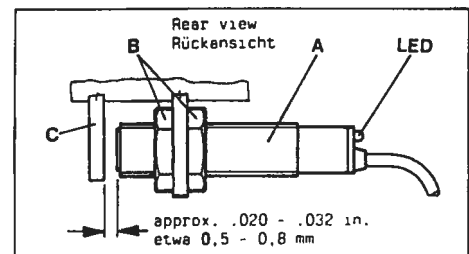

Fig.56
The proximity switch (A, Fig. 56) prevents the motor respectively the sewing machine from running, when the thread trimmer mechanism is not in its extreme right end position (home position).
Set the face of proximity switch (A, Fig. 56) with nuts (B) close to lever (C) until the light emitting diode (LED) lights up. The distance between proximity switch (A) and lever (C) is normally approx. 0.5 to 0.8 mm (.020 to .032 in.). When moving the thread trimmer mechanism about 0.5 mm (.020 in.) from its right end position to the left, the LED must go out and the motor respectively the sewing machine will not start to run when depressing the motor treadle.
Der Näherungsschalter (A, Fig. 56) verhindert das Laufen des Motors bzw. der Nähmaschine, wenn der Fadenabschneidermechanismus nicht in seiner äußerst rechten Endstellung (Ruhestellung) ist.
Stellen Sie die Stirnfläche des Näherungsschalters (A, Fig. 56) mit Hilfe der Muttern (B) so nahe an den Hebel (C), daß die Leuchtdiode (LED) aufleuchtet. Der Abstand zwischen Näherungsschalter (A) und Hebel (C) ist normalerweise etwa 0,5 bis 0,8 mm.